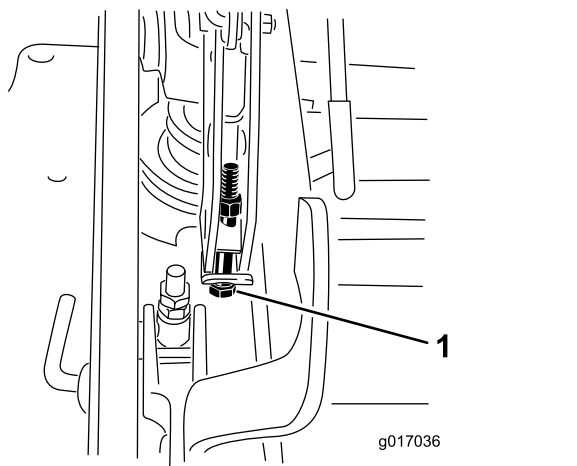

Figure 90
12. Si le tablier est trop bas, serrez le boulon de réglage monpoint dans le sens horaire. Si le tablier est trop haut, desserrez le boulon de réglage monpoint dans le sens antihoraire (**Figure 90**).